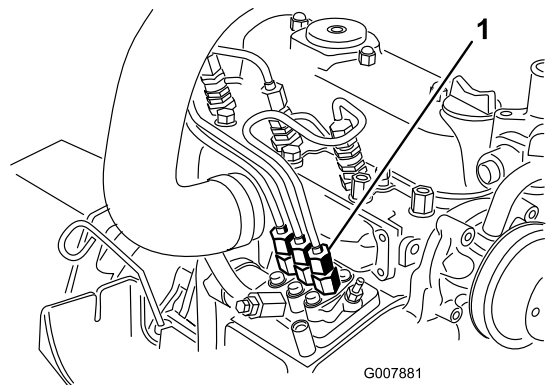

Figura 39
1. Coloque un trapo debajo del conector del tubo que viene desde la bomba de inyección a la boquilla del inyector N° 1, según muestra Figura 39.